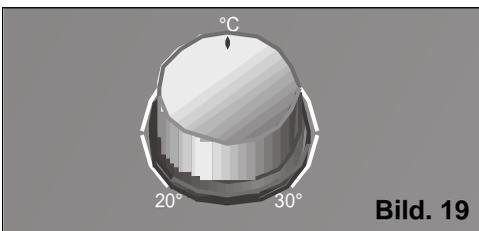

Bild. 19
- Ställ termostaten på önskad temperatur, **Bild 19**. Om apparaten stängs av automatiskt, tack vare att termostaten har reagerat på att vald temperatur har uppnåtts i rummet, lokalen stiga 2-3°C innan den, automatiskt, sätts igång igen.